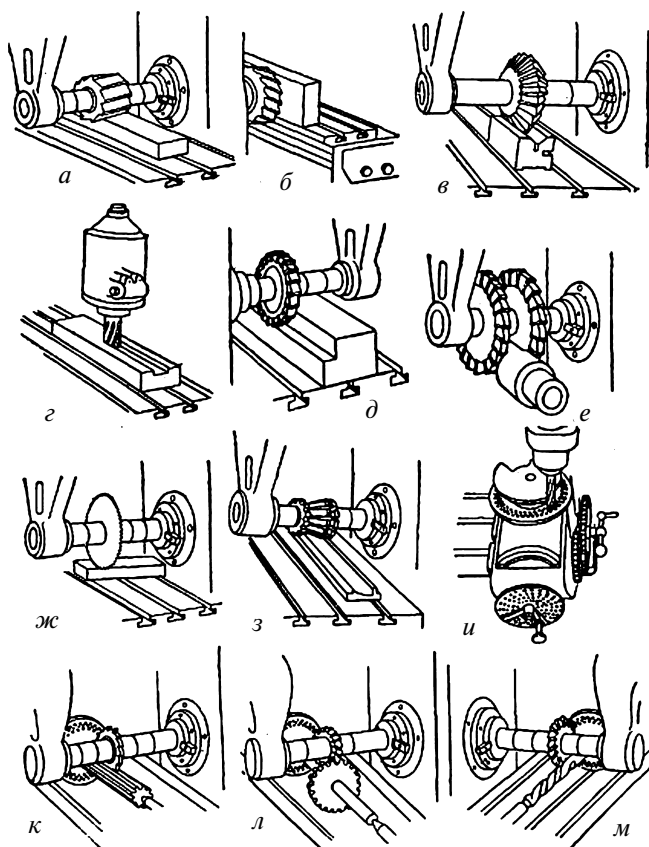

Рис. 47. Виды работ на фрезерном станке
**Примеры работ, выполняемых на консольно-фрезерном станке** (рис. 47):